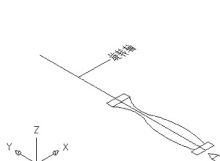

图 6.46 绘制旋转轴
(2) 在**指定起点**:提示下,选择如图 6.46 所示的 A 点(“花瓶”底部的中点)。
(3) 在当前线宽为 **200.0000**,指定下一个点或 **[圆弧(A)/半宽(H)/长度(L)/放弃(U)/宽度(W)]**:提示下,打开**【正交】**功能并将光标向 Y 轴正方向拖动,在高于“花瓶”的位置单击,按 Enter 键结束命令,结果如图 6.46 所示。